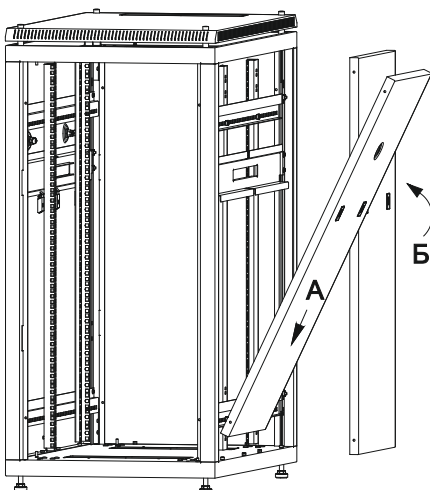

Рисунок 11
3.3.2 Для установки панели в шкаф состыкуйте посадочные круглые отверстия на нижней части панели с винтами на основании (действие А), защелкните панель, одновременно нажав на замки-защелки (действие Б), переведите язычок замка в положение «закрыто» (рисунок 11).